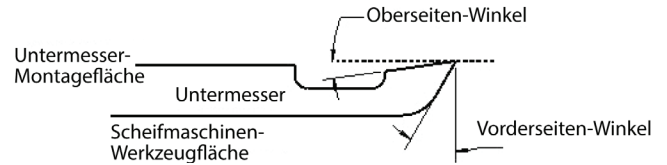

Abb. 16
2. Drehen Sie den KÜHLMITTELPUMPEN-Schalter auf EIN und überprüfen Sie, dass die Düse das Kühlmittel auf das Untermesser richtet. Siehe Abb. 16.